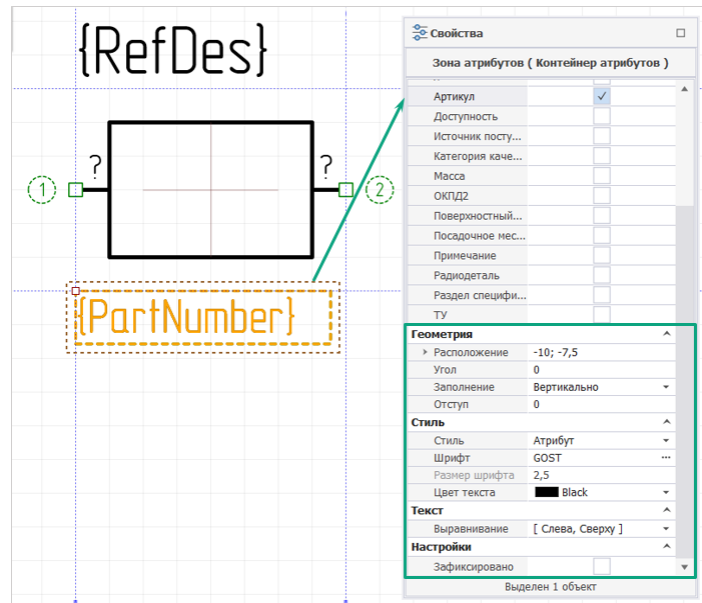

Рис. 148 Настройка зоны атрибутов УГО
6. При необходимости настроить параметры в разделах «Геометрия», «Стиль», «Текст», «Настройки», см. Рис. 148.